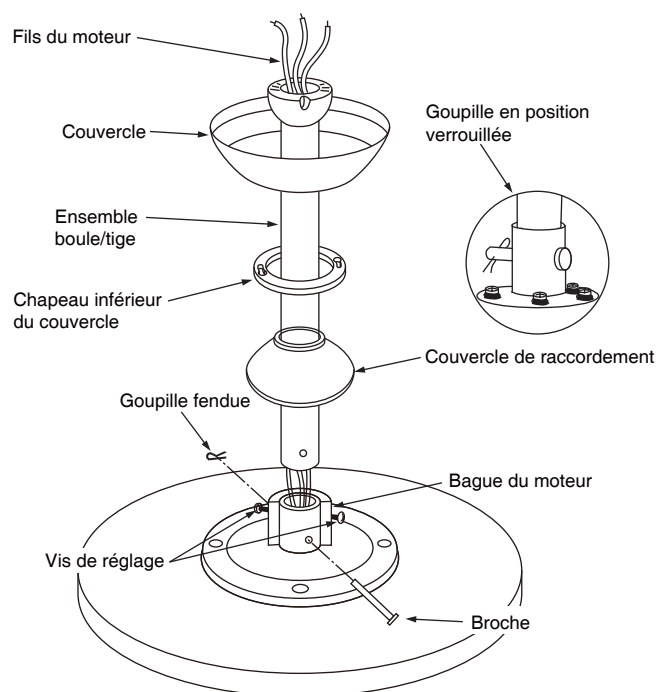

Fig. 5
1. Ôtez la broche, la goupille fendue et les vis de réglage situées au sommet du bloc moteur. (Fig. 5)
2. Faites passer les câbles sortant du sommet du moteur du ventilateur à travers le couvercle de raccordement, le chapeau du couvercle, le couvercle, puis la boule/tige. (Fig. 5)
3. Alignez les trous situés au bas de la tige sur ceux du raccordement au sommet du boîtier du moteur (fig. 5). Insérez délicatement la broche dans les trous de la bague et de la tige. Prenez garde de ne pas bloquer la broche contre le câblage à l'intérieur de la tige. Insérez la goupille fendue dans le trou situé près de l'extrémité de la broche jusqu'à ce que le verrouillage s'enclenche, tel qu'inscrit dans le cercle de la fig. 5.
4. Serrez fermement et uniformément les deux vis de réglage situées sur la bague au sommet du boîtier du moteur. (Fig. 5)